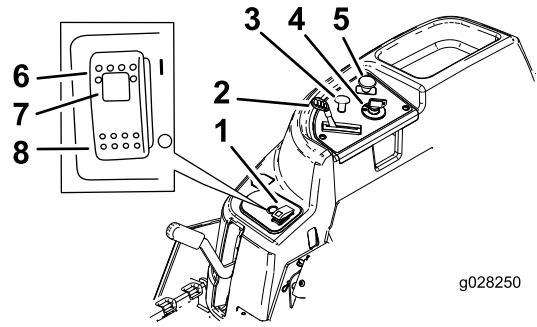
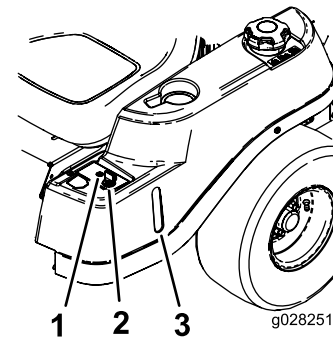

Figura 6
Figura 7
Antes de poner en marcha el motor y trabajar con la máquina, familiarícese con todos los controles en Figura 6 y Figura 7.
Utilice el estérter para poner en marcha el motor en frío. Tire del mando del estérter hacia arriba para activarlo. Presione el pomo del estérter hacia abajo para desactivarlo (Figura 6).
El acelerador controla la velocidad del motor y tiene un ajuste variable continuo de LENTO a RÁPIDO (Figura 6).
El mando de control de las cuchillas (TDF) engrana y desengrana la transmisión de potencia a las cuchillas del cortacésped (Figura 6).
La mirilla de combustible, situada en el lado izquierdo de la máquina, puede utilizarse para verificar la presencia de combustible en el depósito (Figura 7).
Este interruptor permite segar en marcha atrás cuando está activado. Para activar esta función, ponga el interruptor en CONECTADO y suéltelo una vez que la TDF esté engranada. Para desactivarla, desengrane la toma de fuerza (TDF) (Figura 7).
- Al mover el interruptor Smart Park™ a la posición de CONECTADO (Figura 6).